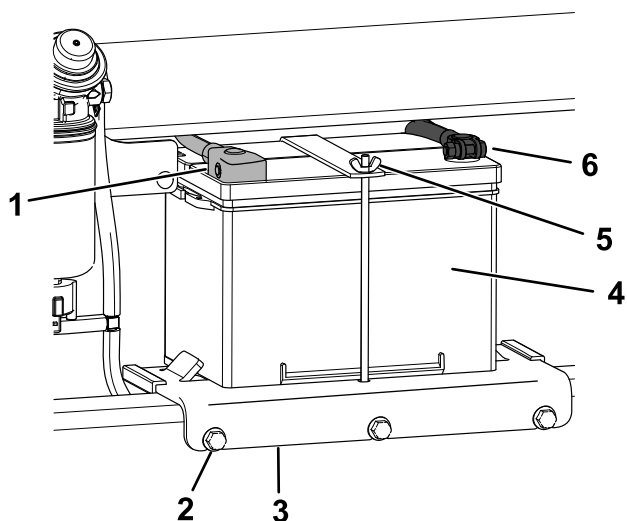

Figure 58
4. Débranchez le câble négatif (noir) de mise à la masse de la borne de la batterie (Figure 58). Conservez les fixations.
- Débranchez le câble positif (rouge) de la borne de la batterie (Figure 58). Conservez les fixations.
- Desserrez les 3 boulons de fixation du support de batterie et déposez le support avec la batterie (Figure 58).
1. Placez la batterie sur son support et fixez-la en place avec l'écrou à oreilles et la tige (Figure 58).
2. Montez le support de batterie sur la machine et fixez-le en place avec les 3 boulons (Figure 58). Serrez les boulons à 41 N·m (30 pi-lb).
3. En vous servant des fixations retirées précédemment, branchez le câble positif (rouge) de la batterie à la borne positive (+) (Figure 58).
5. En vous servant des fixations retirées précédemment, branchez le câble négatif (noir) à la borne négative (-) de la batterie (Figure 58).